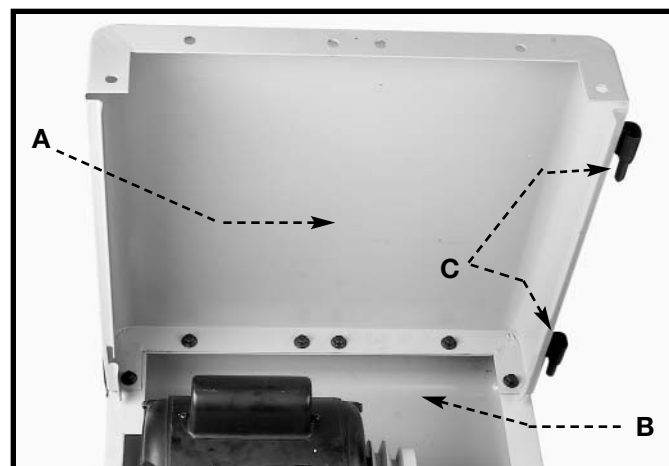

Fig. 7
9. Alinee los agujeros del lado (A) Fig. 7 con los agujeros de la parte superior de la base de soporte (B).
NOTA: Asegurese de que los retenedores de la bisagra (C) Fig. 7 estén orientados hacia la parte superior de la base de soporte (B) de la manera que se muestra en la ilustración.